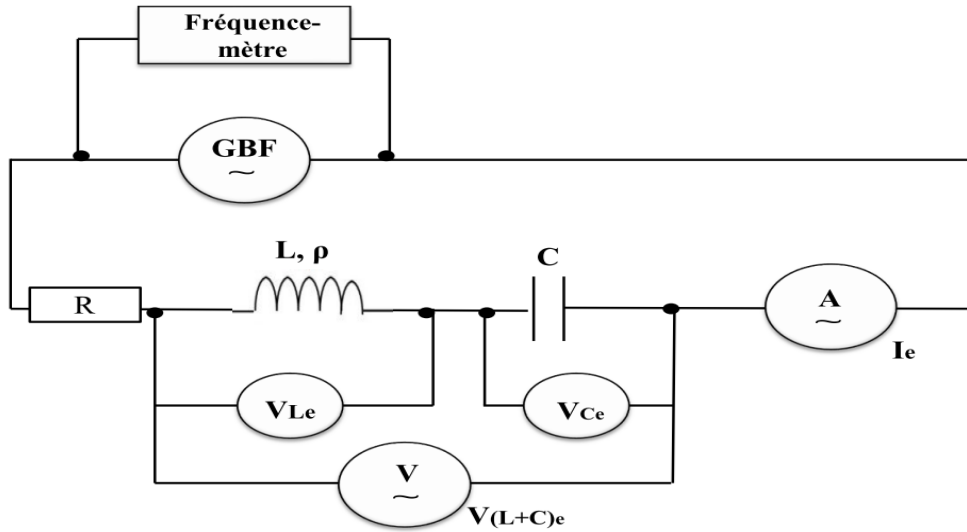

Figure 25. Schéma du montage utilisé pour les mesures de  $V_{LE}$ ,  $V_{Ce}$  et  $V_{(L+C)e}$ .
d) Régler la fréquence du GBF à la valeur  $f=f_0$  et effectuer successivement les 3 mesures en déplaçant le voltmètre : le brancher en parallèle // sur  $L$ ,  $C$  et l'ensemble  $(LC)$  figure 25.